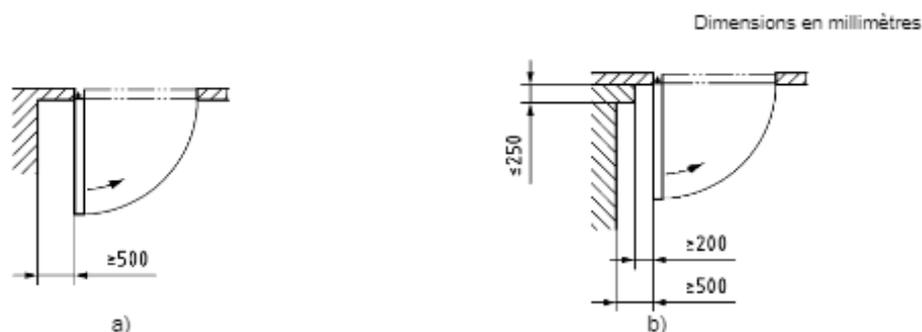

Figure B.5 — Dégagement de sécurité pour les portes battantes
- Un jeu de largeur de 200 mm est maintenu lorsque la porte est entièrement ouverte, à condition que la profondeur maximale de la zone formée par le tablier en position ouverte et les objets fixes à proximité ne dépassent pas 250 mm. Une distance minimale de 500 mm reste pour la suite de l'intervalle (à partir de 250 mm au-delà du pivot) entre la porte et les parties raides adjacentes (voir la figure B.5 b)).